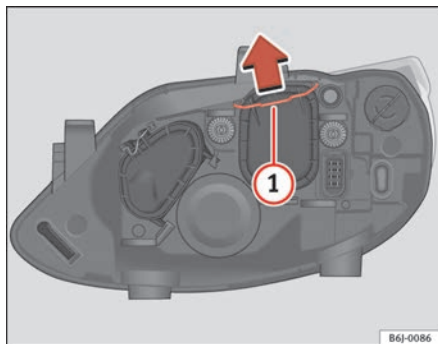

Abb. 145 Ablendlicht
- Die Strebe ⇒ Abb. 145 ① in Pfeilrichtung verschieben und den Deckel abnehmen.